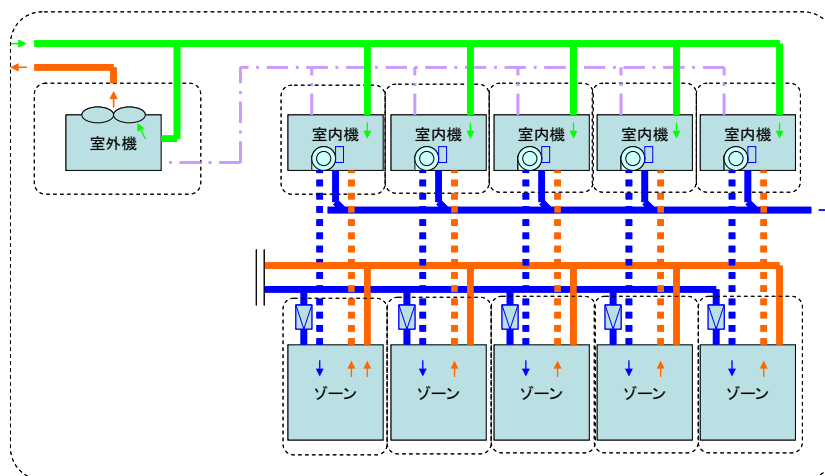
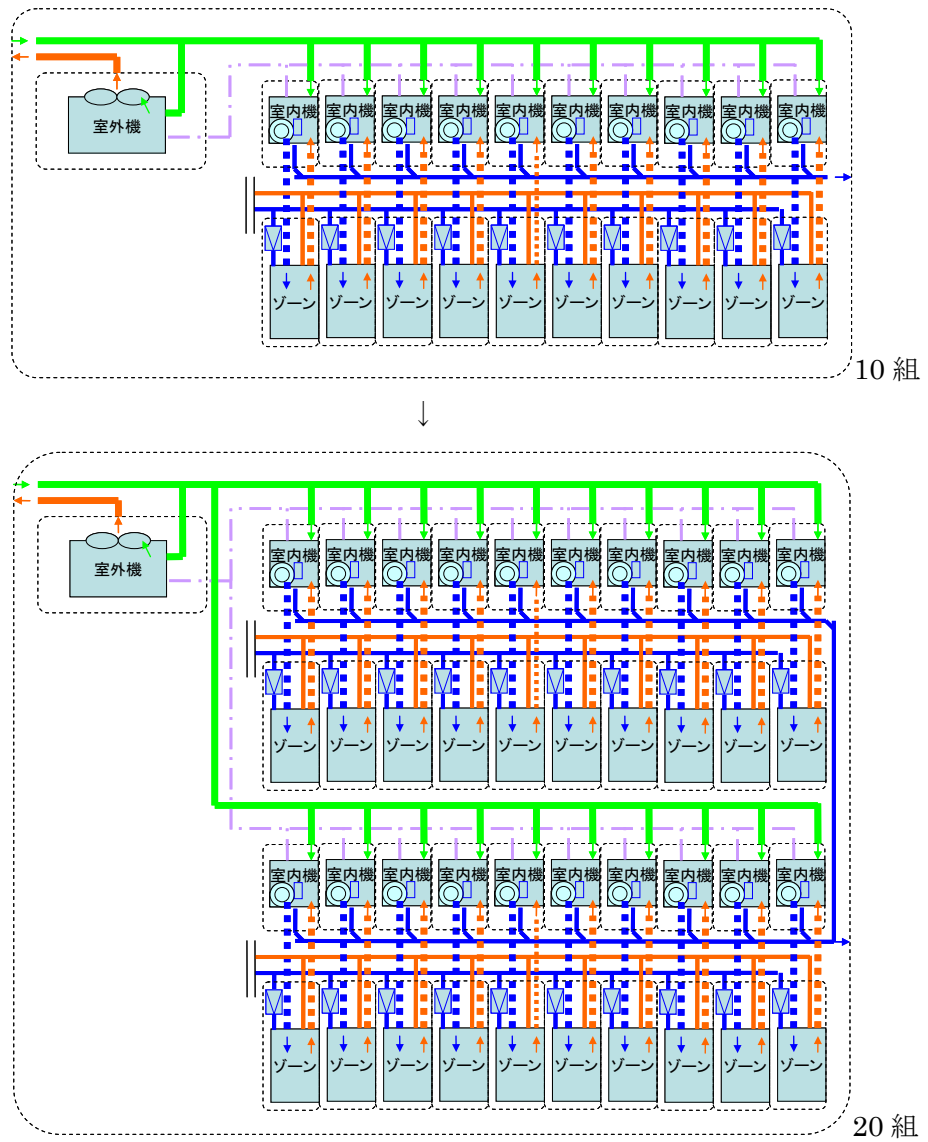

図 4-7 ゾーン空調テンプレートの特徴(実装例)
図 4-8 ゾーン空調テンプレートの特徴(実装例)
- ・ ビル用マルチの室外機と室内機とゾーンが接続済みのものをテンプレートで一括登録できる。☞ 図4-7
例えば「室内機+ゾーン」が10組（テンプレート）から20組（テンプレート）へ増やすなどが簡単にできる。☞ 図4-8
- ・ ビル用マルチ空調システムの二次側の実装例 ☞ 図 4-7 図 4-8 参照